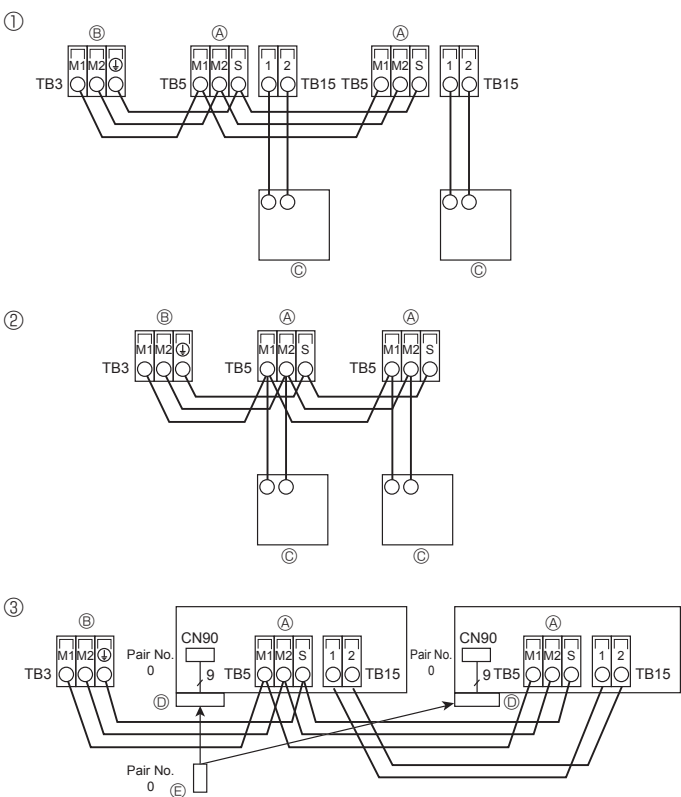

Fig. 6-3
6.4. De afstandsbediening en de transmissiekabels voor het binnen- en buitenapparaat aansluiten (Fig. 6-3)
- ① MA-afstandsbediening
- ② M-NET-afstandsbediening
- ③ Draadloze afstandsbediening (bij het installeren van de draadloze signaalontvanger)